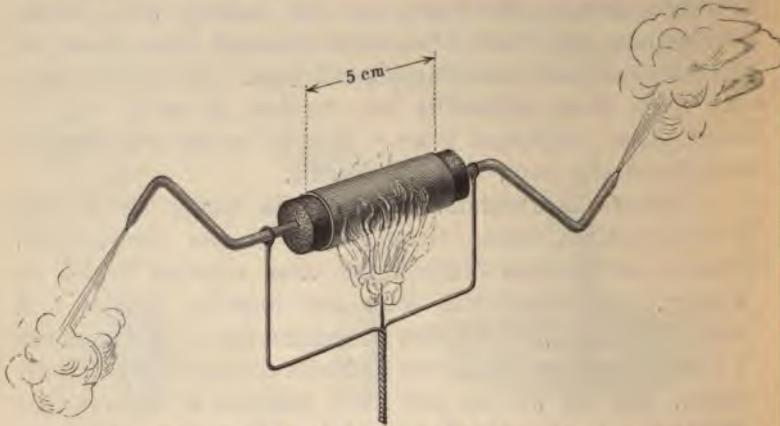

Fig. 31. Eine Dampfmaschine für 50 Pfennige (Dampfturbine).
**Eine Dampfmaschine** der genannten Art kann für fünfzig Pfennige hergestellt werden. Ein nicht zu enges Messingrohr von vielleicht 5 cm Länge (Fig. 31 a. f. S.) erhält beiderseits einen gut schließenden Korkstopfen, der genau in der Mitte durchbohrt sein muß, um ein zweimal rechtwinklig gebogenes und vorn zu einer Spitze ausgezogenes Glasröhrchen aufnehmen zu können. Jeder Kork erhält ein solches Röhrchen. Wie sie gebogen und angeordnet werden müssen, zeigt die Abbildung. Da der Messingzylinder sich um seine Achse drehen soll, von der die Glas-